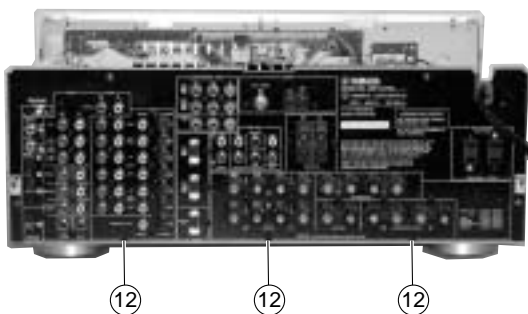

Fig. 15
- b. Remove 3 screws ( ⑫ ). (Fig. 15)
- b. ⑫のネジ3本を外します。( Fig. 15 )